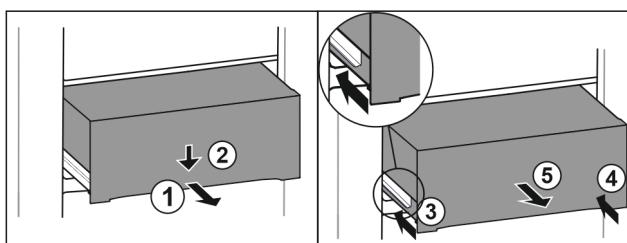

Fig. 119
- Schubfach halb herausziehen. Fig. 119 (1)
- Schubfach an der Vorderseite nach unten drücken. Fig. 119 (2)
- Linke Schiene etwa 2 cm einschieben. Fig. 119 (3)
- Rechte Schiene etwa 2 cm einschieben. Fig. 119 (4)
- Schubfach nach vorne entnehmen. Fig. 119 (5)